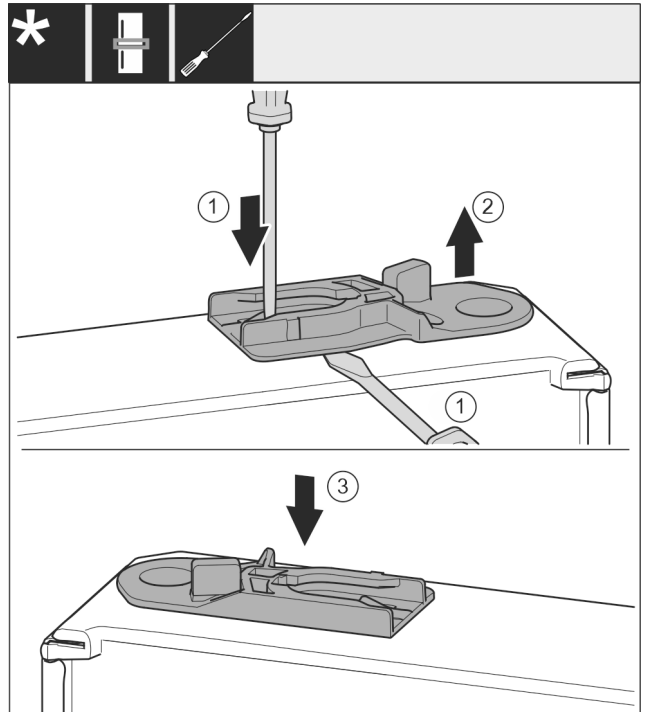

Fig. 39
- ▶ Führungsbuchse herausziehen: Lasche Fig. 39 (1) mit Schlitzschraubendreher drücken und gleichzeitig mit Schlitzschraubendreher unter Führungsbuchse Fig. 39 (2) fahren.
- ▶ Im Lieferumfang beiliegende Führungsbuchse Fig. 39 (3) auf anderer Gehäusesseite einschieben.